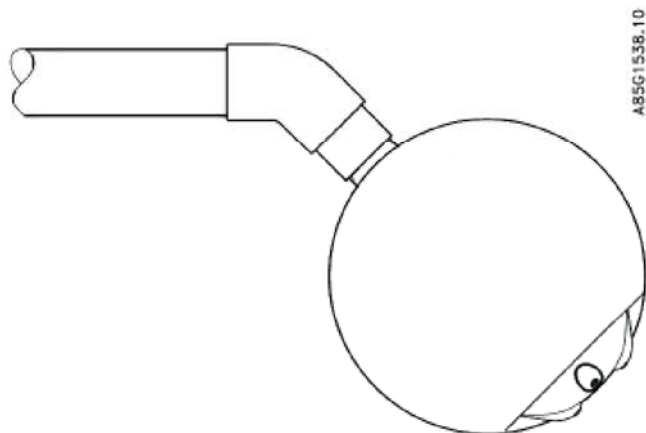

Рис. 30
1. В открытом воздухе поместите датчик таким образом, чтобы сенсор OXY 1100 был направлен вниз, см. рис. 30.